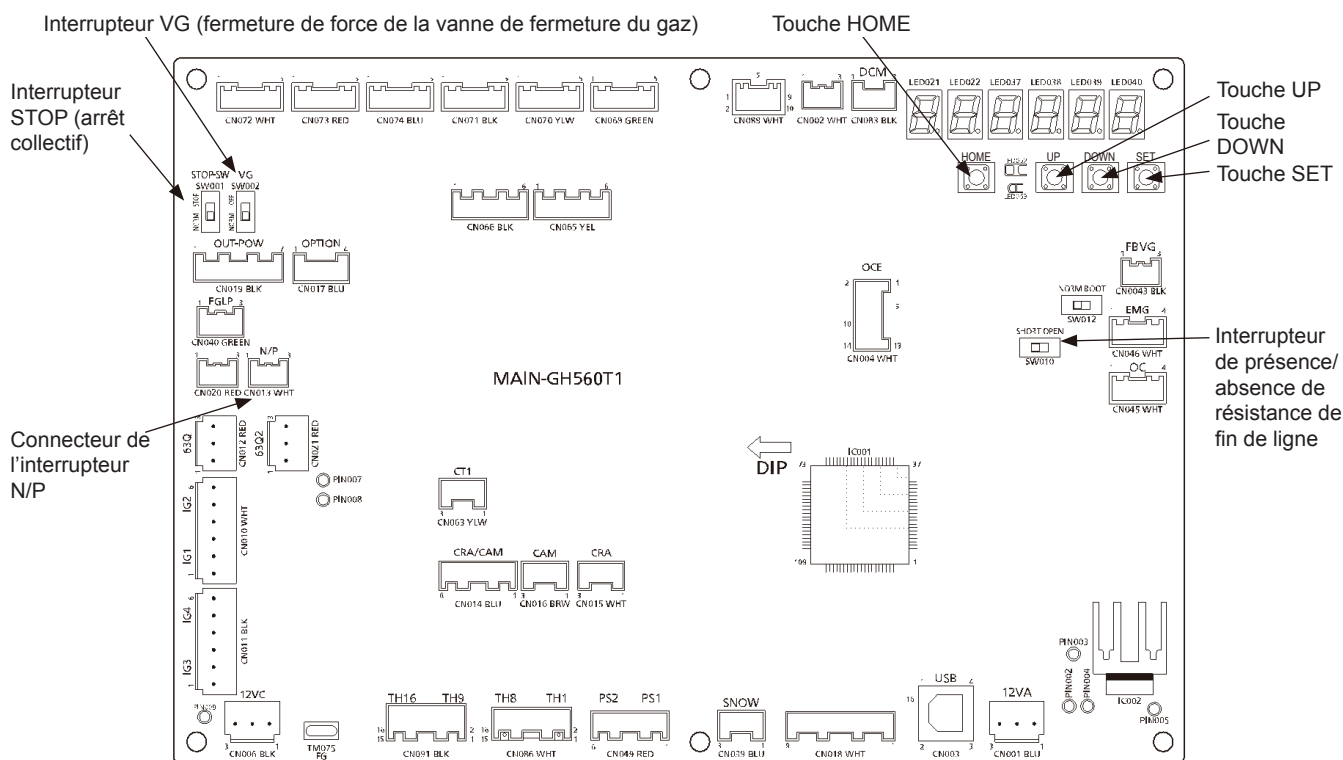

Fig. 1
- (2) Veuillez monter le connecteur de court-circuit fixé sur l'interrupteur N/P (Fig. 1) de la plaque de commande de l'unité extérieure.